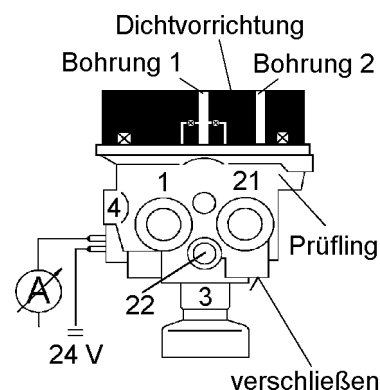

Abb. 2
3.2.1. Den Trockenmittelbehälter vom Lufttrocknergehäuse abschrauben, durch die Dichtvorrichtung 899 709 112 2 ersetzen und mit einem Drehmoment von  $M = 15 + 2$  Nm anziehen. Die Bohrung 2 an der Dichtvorrichtung verschließen (siehe Abb. 2).